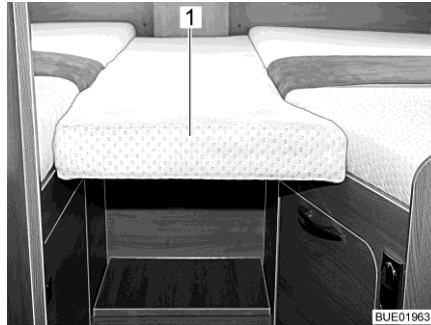
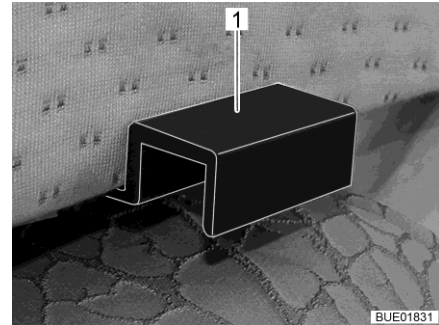

Fig. 184 Cuscino aggiuntivo
Fig. 185 Supporto cuscino aggiuntivo
- Agganciare il cuscino aggiuntivo (Fig. 184,1) con i supporti (Fig. 185,1) nei diaframmi del letto singolo, in modo che si formi una superficie utile chiusa.